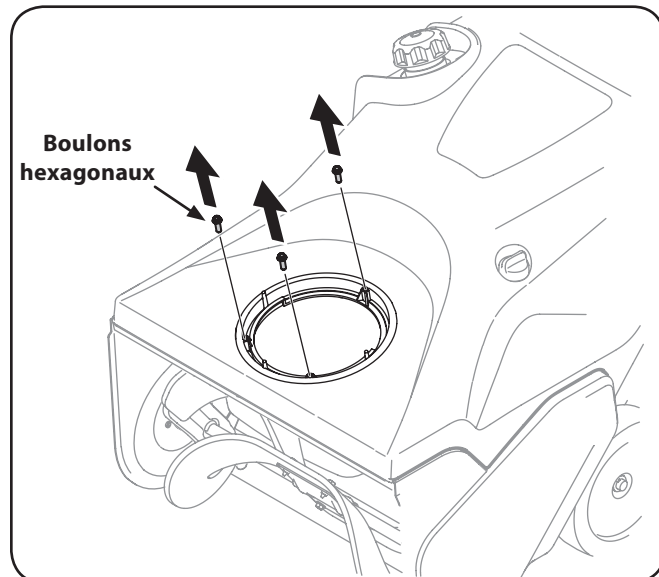

Figure 3-5
2. Enlevez les boulons hexagonaux de la base de la goulotte. Voir Figure 3-5.